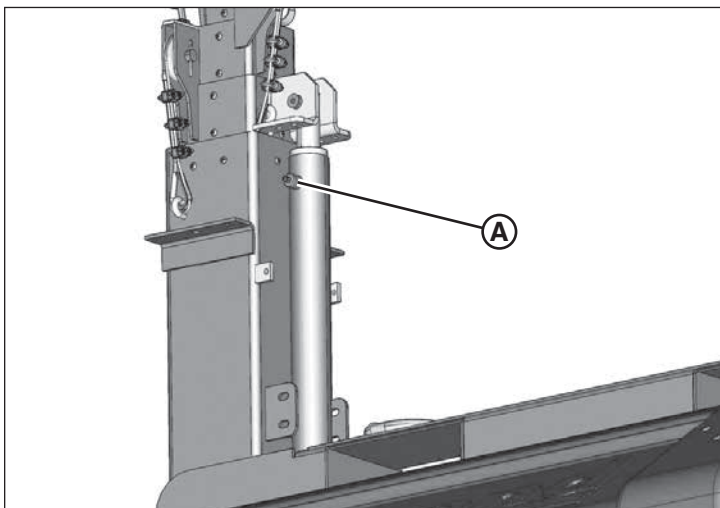

Рисунок 37
2. Очистите сливной штуцер (А, рис. 37) вверху гильзы цилиндра.